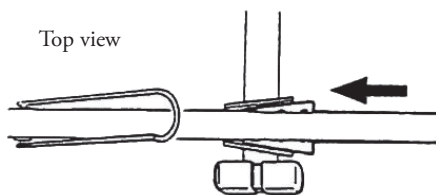

Bilde. 7
- Sett fast vuggen i stativet (Bilde 7)